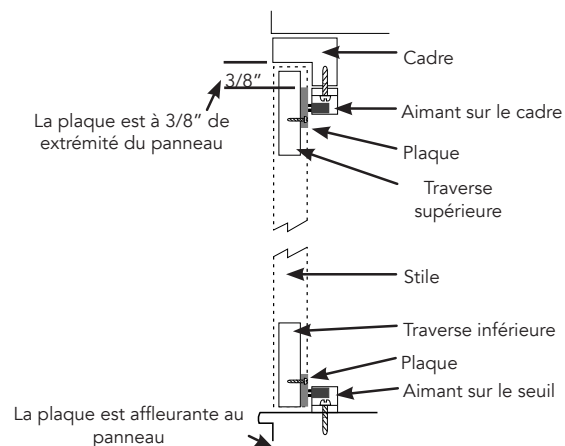

Fig. 9.4
- Installez deux loquets magnétiques par panneau. (Voir Fig. 9.4)